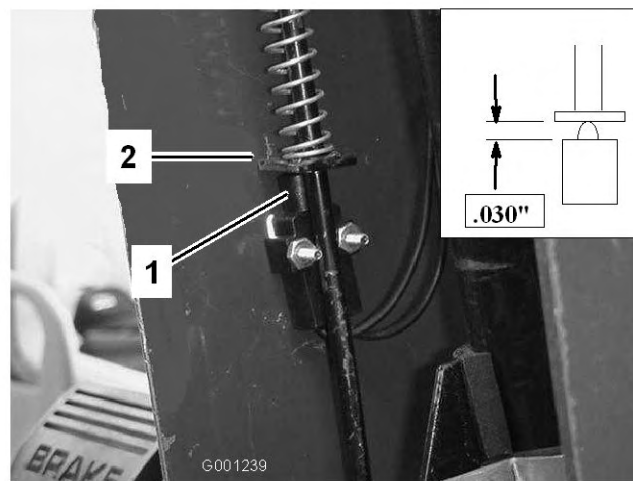

Bild 62
3. Schieben Sie die Abdeckung auf der Lenkwelle nach oben, um den Schalter der Feststellbremse freizulegen (Bild 62).
5. Richten Sie die Schaufel der Feststellbremsstange mit dem Schalterkolben aus (Bild 62)
6. Drücken Sie die Feststellbremsstange nach unten und den Schalter nach oben, bis die komprimierte Länge des Schalterkolbens 0,8 mm beträgt (Bild 62, Einsatz) . Dies ist der Abstand zwischen der Schaufel der Bremsstange und dem Gehäuse des Schalterkolbens.